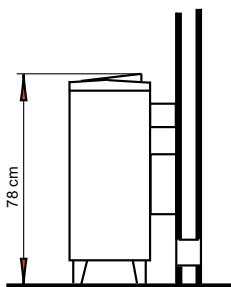

Рис. 7
- Печь навесить на стену. (рис.7)